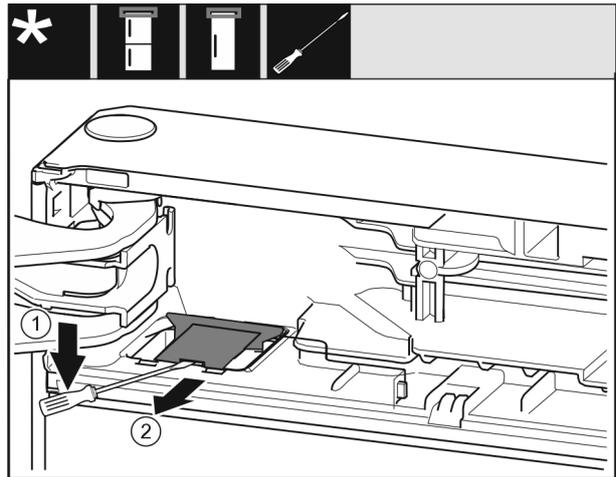

Fig. 10
- ▶ Con un cacciavite a intaglio disinnestare la copertura Fig. 10 (1).
- ▶ Estrarre la copertura Fig. 10 (2).